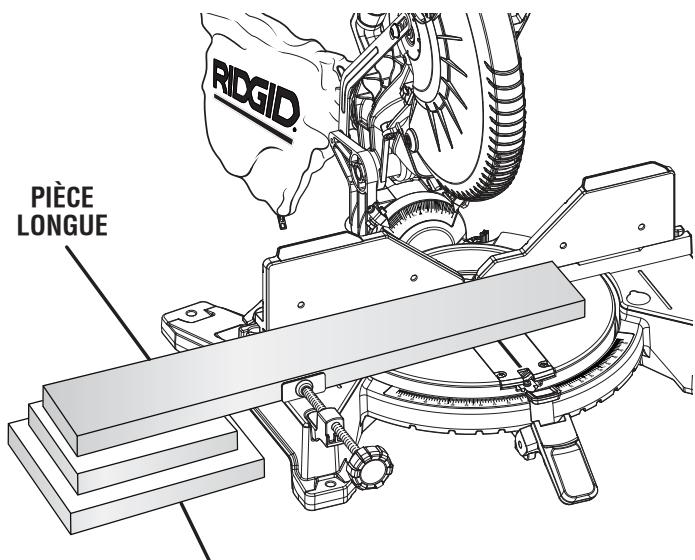

Fig. 30
- Lors de la coupe de planches ou de moulures longues, soutenir l'extrémité libre de la pièce avec un chevalet à rouleau ou un plan de travail se trouvant au même niveau que la scie. *Voir la figure 30.*
- Lors de la coupe de planches ou de moulures longues, soutenir l'extrémité libre de la pièce avec un chevalet à rouleau ou un plan de travail se trouvant au même niveau que la scie. Voir la figure 30.
- Lors de la coupe de longues pièces ou moulures, retenez l'extrémité opposée de la pièce avec un support à rouleau ou une surface de travail de niveau avec la table de la scie. Voir la figure 30.
Voir la figure 30.